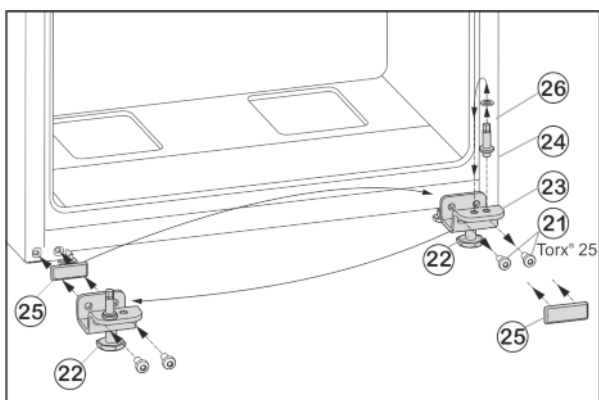

Fig. 7
- ▶ Befestigungsschrauben Fig. 7 (21) abschrauben.
- ▶ Lagerbock unten Fig. 7 (23) komplett mit Lagerbolzen Fig. 7 (24), Scheibe Fig. 7 (26) und Stellfuß Fig. 7 (22), abnehmen.
- ▶ Lagerbolzen Fig. 7 (24) komplett mit Scheibe Fig. 7 (26) abschrauben, in das gegenüberliegende Aufnahmeloch des Lagerbocks umsetzen und wieder festschrauben.
- ▶ Abdeckplatte Fig. 7 (25) vorsichtig abnehmen und auf die Gegenseite umsetzen.
- ▶ Lagerbock unten Fig. 7 (23) komplett mit Lagerbolzen Fig. 7 (24), Scheibe Fig. 7 (26) und Stellfuß Fig. 7 (22) auf der neuen Scharnierseite ggf. mit Hilfe eines Akkuschraubers **fest (mit 4 Nm)** wieder anschrauben.
- ▶ Untere Tür von oben auf Lagerbolzen Fig. 7 (24) aufsetzen.
- ▶ Stellfuß Fig. 7 (22) am Lagerbock unten Fig. 7 (23) herausdrehen, bis er auf dem Boden aufliegt.